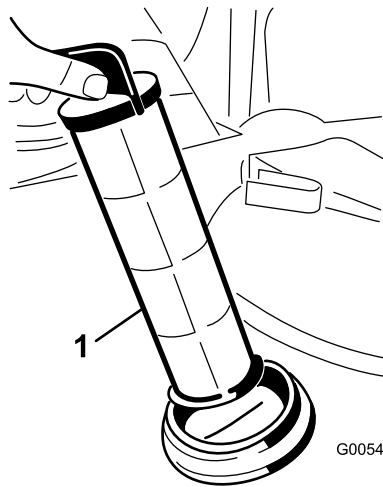

図 42
4. ストレーナハウジングタンク内部からストレーナを取り出す 図 42。